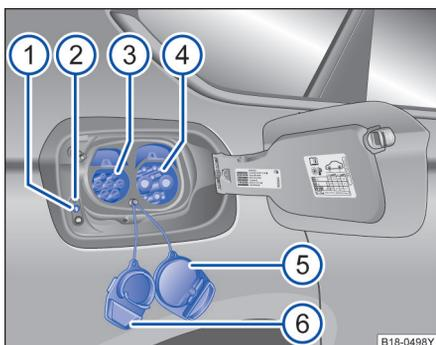

图 110 充电插座。
⇒图 110 的图例：
- 若成功连接，则⇒图 110 ② 充电状态指示灯亮黄色，组合仪表的显示屏中出现指示灯